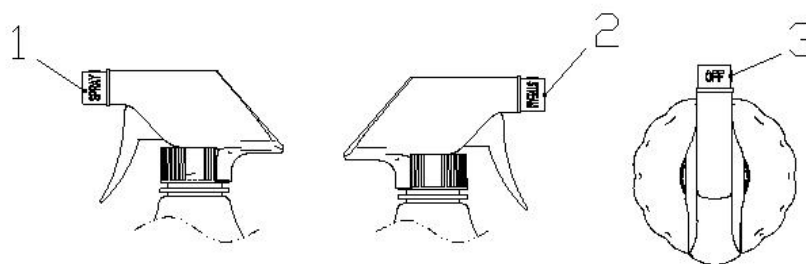

Рисунок 5
3. Переключите распылительную форсунку (рис. 5 № 1 и 2) в верхнее положение, показывая «РАСПЫЛЕНИЕ» или «ПАР». Этот опрыскиватель имеет два режима распыления: РАСПЫЛЕНИЕ (рис. 5 №1) и ПАР (рис. 5 №2).
5. Please pour the water out of sprayer after use and switch the spray nozzle to the position of “OFF” upward (figure 5 No.3).